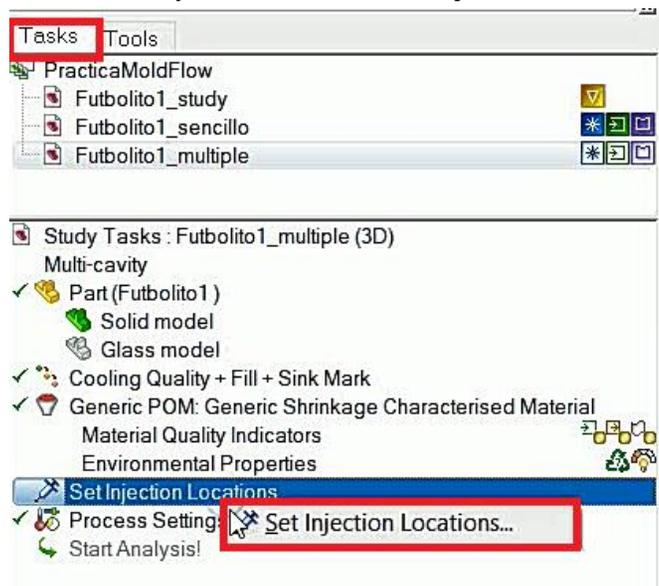

Figura 6.54 Colocar puntos de inyección.
- En el menú del lado izquierdo, ir a la pestaña de **Tasks** y dar click derecho en **Set Injection Locations** y dar click en **Set injection locations....** (Figura 6.54).